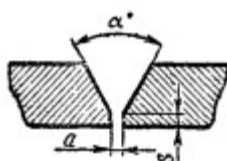

Рисунок 9. Подготовка кромок стыкового соединения
5. Оформить эскизы форм поперечного сечения кромок на примере стыкового соединения по примеру рис. 9 ([1], стр.12, рис.15.)